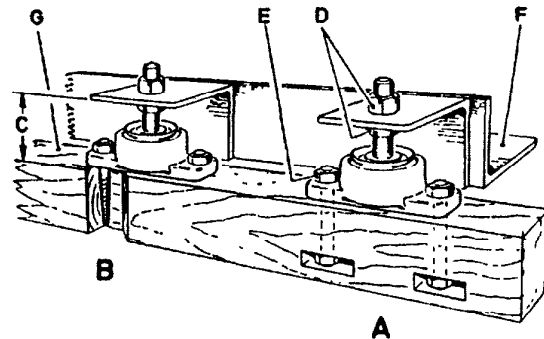

Fig. 10
Motoren skrues fast til spesielle fundamentprofilstål (1) (pos. F, fig. 10) med 5/8" hodeskruer. Bruk låseskiver under alle skruene.
Fig. 10 viser to måter (A — B) å feste gummidempene til trefundamentet: